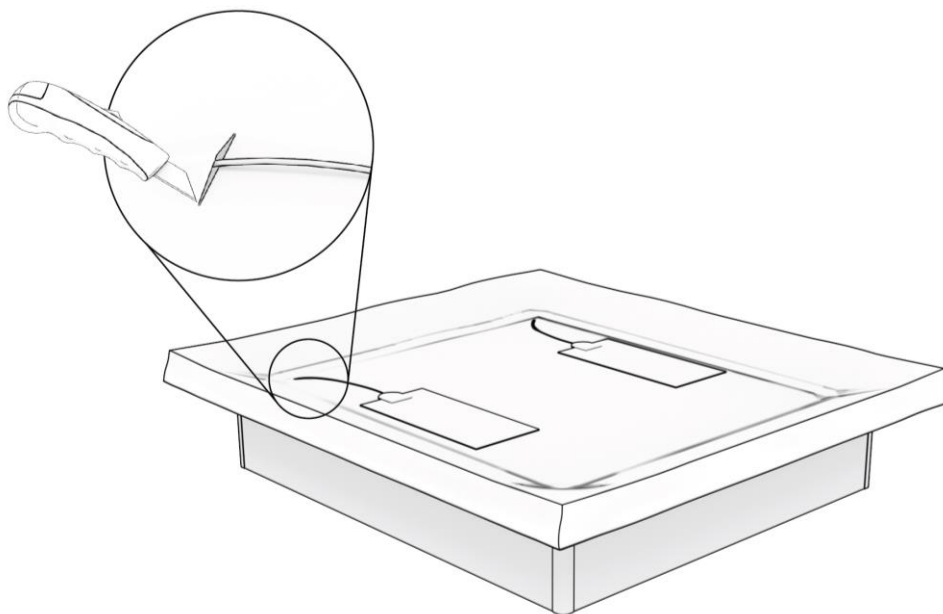

Abbildung 9: Positionierung der Heizelemente und Schlitz für die Kabel.
Schritt 8. Positionieren Sie die Heizelemente auf dem unteren Teil des Bezuges, wie in Abbildung 9 dargestellt. Es gibt zwei Varianten eines unteren Bezuges. Eine hat vorgestanzte Löcher im Boden des Bezuges, durch die die Kabel der Heizelemente geführt werden können. Bei der anderen Variante muss man mit einem Stanley-Messer selbst Schlitz in den Boden des Bezuges, an den in Abbildung 9 gezeigten Stellen, anbringen und die Heizelementkabel durch diese Schlitz im Bezug und durch die Löcher in den Bodenplatten führen.